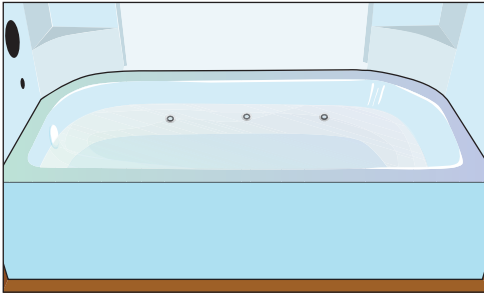

Рис. 10.206. Наполняем джакузи водой
- ❑ Слив воды должен работать нормально (включите воду и убедитесь в этом, а заодно проверьте отсутствие течи) (рис. 10.206, 10.207).